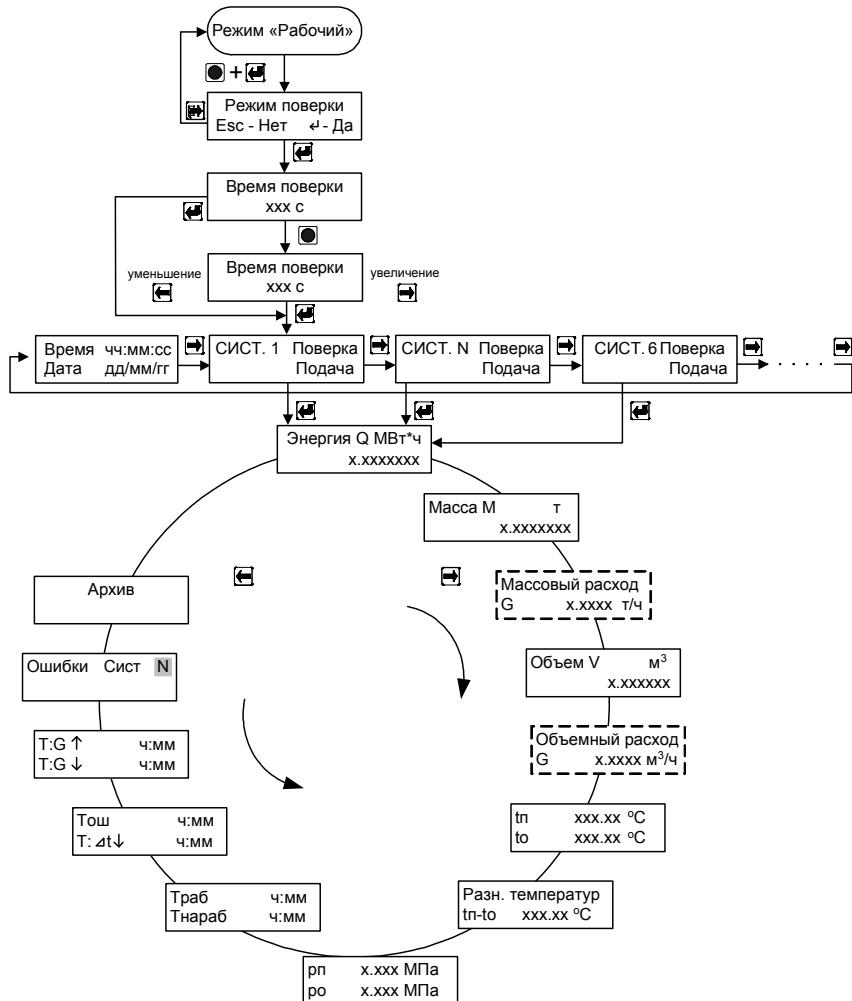

Рис. 7.3
7.4.1 Для входа в режим работы теплосчетчика «Проверка» необходимо, находясь в любом меню режима «Рабочий», **одновременно** нажать кнопки «**служебная**» и «**вход**». Для выхода из режима проверки необходимо, находясь в любом меню режима «Проверка», **одновременно** нажать кнопки «**служебная**» и «**выход**». Порядок перехода между окнами режима «Проверка» изображен на рис. 7.3.
ВНИМАНИЕ! При входе в меню (см. рис. 7.3):